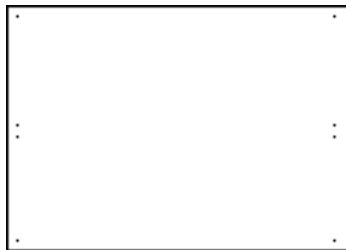

图 3-70 打开素材
1) 按〈Ctrl+O〉组合键，打开配套光盘提供的“第 3 章/3.2.8 墙体造型.dwg”素材文件，结果如图 3-70 所示。